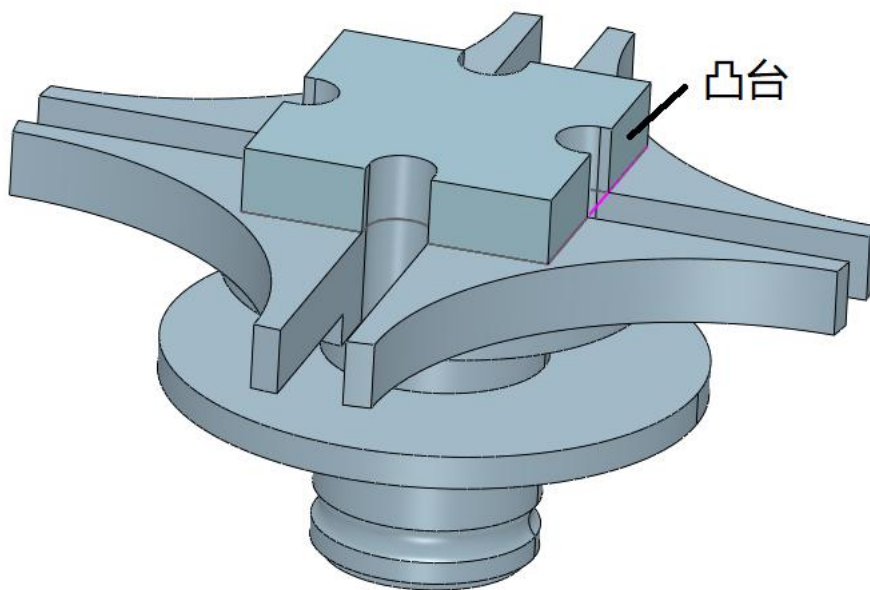

图 16-5 优化后的凸台
(5) 退出草图，分析定位夹具底部凹槽高度 3.5mm，将草图拉伸 3mm，并与槽轮合并。如图 16-5 所示。